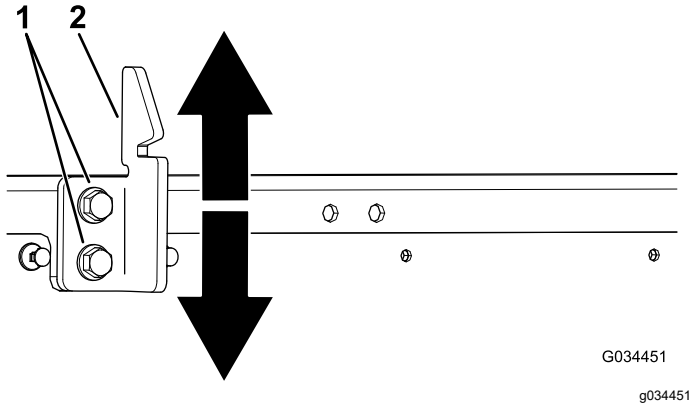

図 66
3. 荷台のラッチストライカのボルト2本をゆるめて、ストライカの上下位置を調整する **図 66**。
4. ラッチストライカのボルト2本を締め付ける **図 66**。